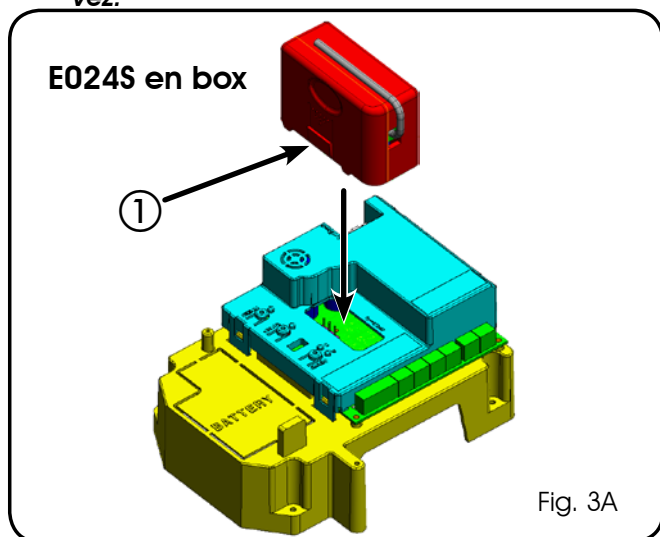
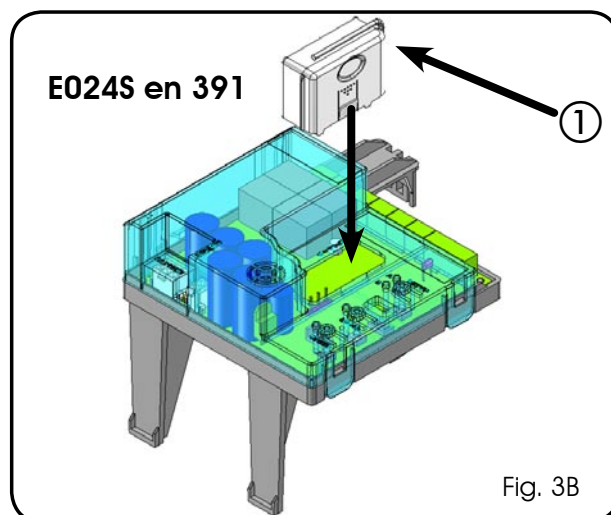

Fig. 3A
Fig. 3B
El equipo electrónico está provisto de un sistema de decodificación (DS, SLH, LC) bi-canal integrado llamado OMNIDEC. Este sistema permite memorizar, mediante un módulo receptor adicional (Fig. 3A ref. ① y Fig.3B ref. ① para E024S para 391) y radiomandos de la misma frecuencia, tanto la apertura total (OPEN A) como la apertura parcial (OPEN B) del automatismo.